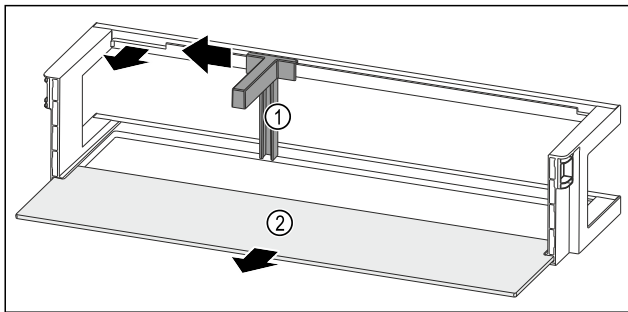

Fig. 229 带瓶托和搁板的门边存放架
- ▶ 将瓶托 Fig. 229 (1)推至槽边。
- ▶ 取出瓶托 Fig. 229 (1)。
- ▶ 取出搁板 Fig. 229 (2)。